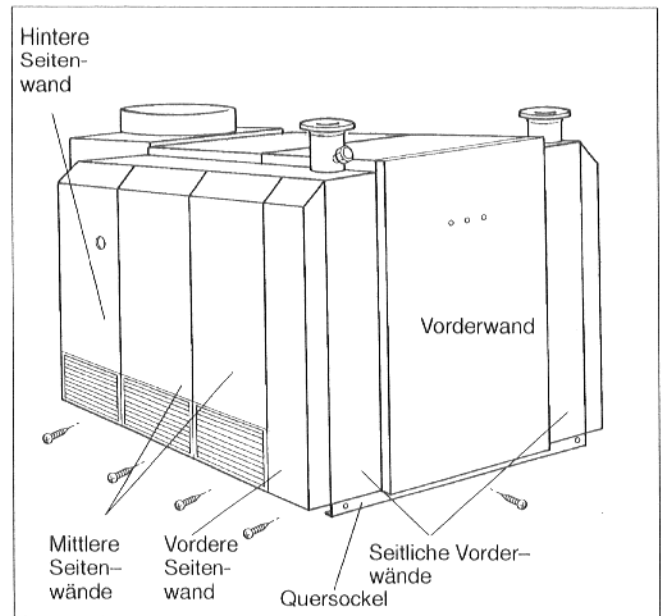

Abb. 35: Kesselgröße 2 × 16
- Die beiden seitlichen Vorderwände werden unten zwischen Längs- und Quersockel eingesteckt und oben an den seitlichen Hauben eingehängt (Abb. 35).
- Die Vorderwand wird unten zwischen die seitlichen Vorderwände und dem Quersockel eingesteckt und oben in die vordere Haube eingesteckt und unten am Quersockel angeschraubt (Abb.35).
- Die beiden vorderen Seitenwände (links/rechts) an den seitlichen Hauben einhängen und an den Längssockeln festschrauben (Abb. 35).
- Die hinteren und wenn vorhanden mittleren* Seitenwänden werden oben an den seitlichen Hauben eingehängt und unten an den Längssockeln angeschraubt (Abb. 35).